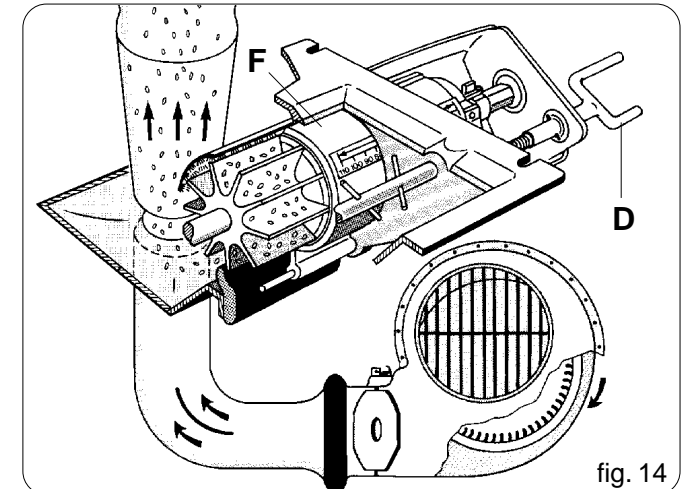

fig. 14
La quantità di semente che deve essere distribuita per ettaro, viene regolata dall'apparecchio di dosaggio (Fig. 14) regolando la saracinesca (F) per mezzo dell'asta a vite (D). Le posizioni della scala di dosaggio corrispondono ai valori della tabella di regolazione nella colonna di sinistra (tabella 2 pag. 27).
The distributed seed quantity per hectare is adjusted by the seed distributor (Fig. 14) by moving the graduated slide valve accordingly (F) with the screw staff (D). The positions of the distributor scale correspond to the adjusting table values in the left column.
Die pro Hektar auszustreuende Saatgutmenge wird mittels des Dosiergerätes (Abb. 14) eingestellt, indem der Schieber (F) mittels des Schraubzapfens (D) verschoben wird. Die Positionen der Dosierskala entsprechen den Werten der Einstellungstabelle in der linken Spalte.
La quantité de semences devant être distribuée par hectare est réglée par l'appareil de dosage (Fig. 14) en déplaçant la vanne (F) moyennant la tige à vis (D). Les positions de l'échelle de dosage correspondent aux valeurs du tableau de réglage de la colonne de gauche.
La cantidad de la semilla que debe ser distribuida por hectárea, viene graduada por el aparato de dosificación (Fig. 14) moviendo el enrejado (F) por medio del eje de tornillo (D). Las posiciones de la escala dosificación corresponden a los valores de la tabla de graduación en la columna de la izquierda.